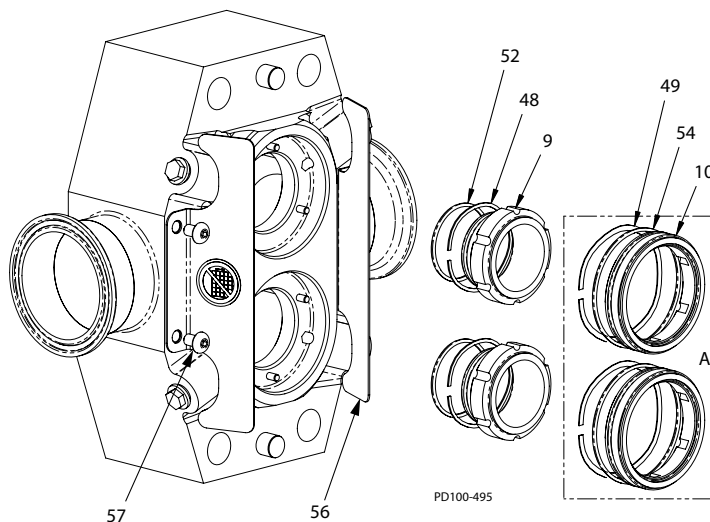

Figure 53 - Installer le joint d'arbre
3. Installez le joint torique interne (Figure 53, objet 52) dans la rainure du joint interne et placez l'élastique ondulé (objet 48) sur le corps des joints internes (objet 9).
5. Attachez les sécurités (Figure 53, objet 56) au corps à l'aide de vis à tête bombée (objet 57).
6. Pour les pompes équipées de garnitures mécaniques doubles (Figure 53, encart A) :
Installez le joint torique du joint externe (Figure 53, objet 54) dans la rainure située dans le joint externe (objet 10).